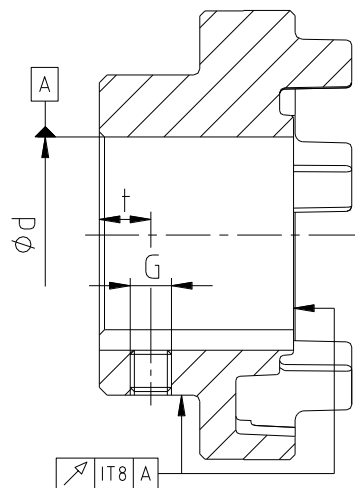

図 17: 外周と端面の振れの許容値
- お客様が軸穴加工される場合はハブの外周と端面の振れが許容値を超えないようにしてください(図 17 をご参照)。